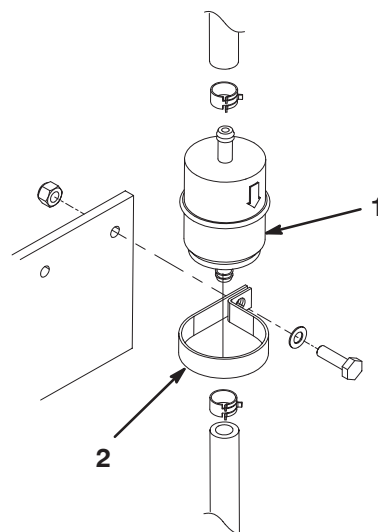

Bild 40
- Ermitteln Sie den Kraftstofffilter in der Nähe der linken Motorseite (Bild 40).
- Lösen Sie die Schraube und Mutter, mit denen die Befestigungsklemme an der Befestigungsplatte befestigt ist (Bild 40).
- Lockern Sie die Schlauchklemmen und schieben sie auf dem Schlauch vom Filter weg (Bild 40).